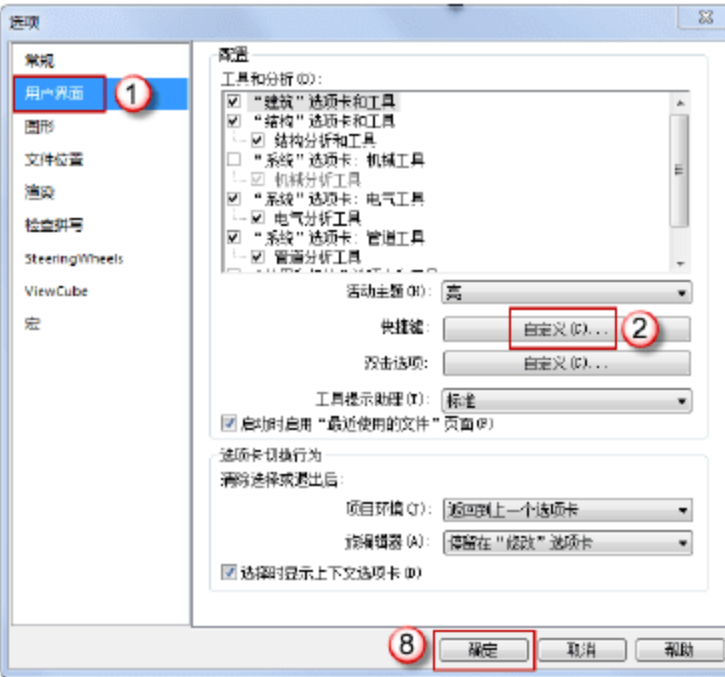

图 1.2.5 调整快捷键
(5) 调整快捷键。选择“应用程序”→“选项”命令，在弹出的“选项”对话框中单击“自定义”按钮，接着在弹出的“快捷键”对话框中输入“默认三维”字样搜索，将 F4 键指定给“三维 视图：默认三维视图”命令，如图 1.2.5 所示。